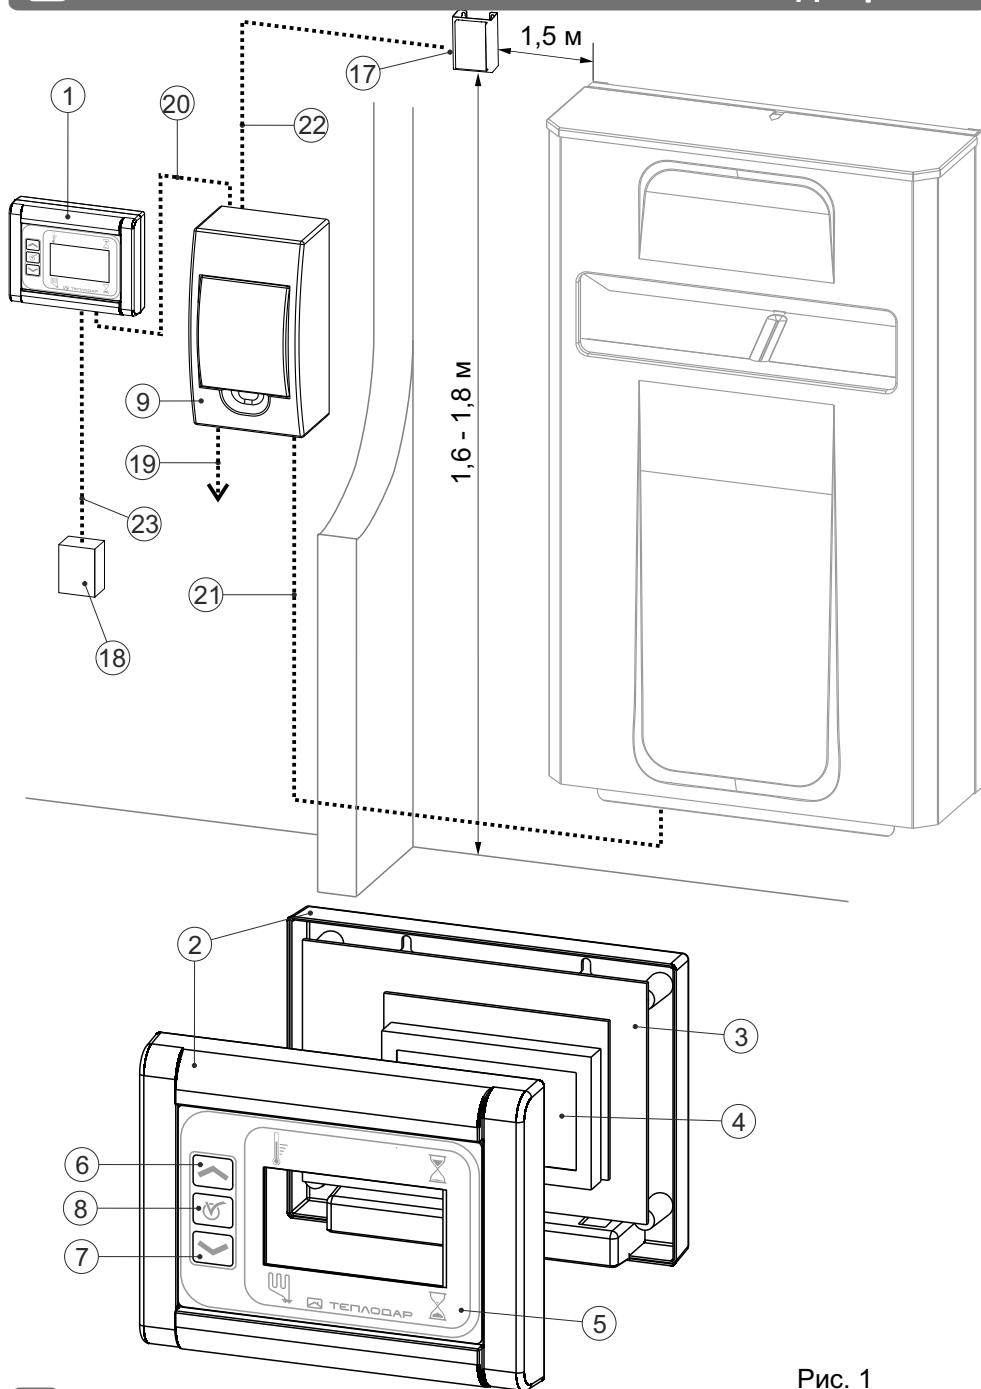
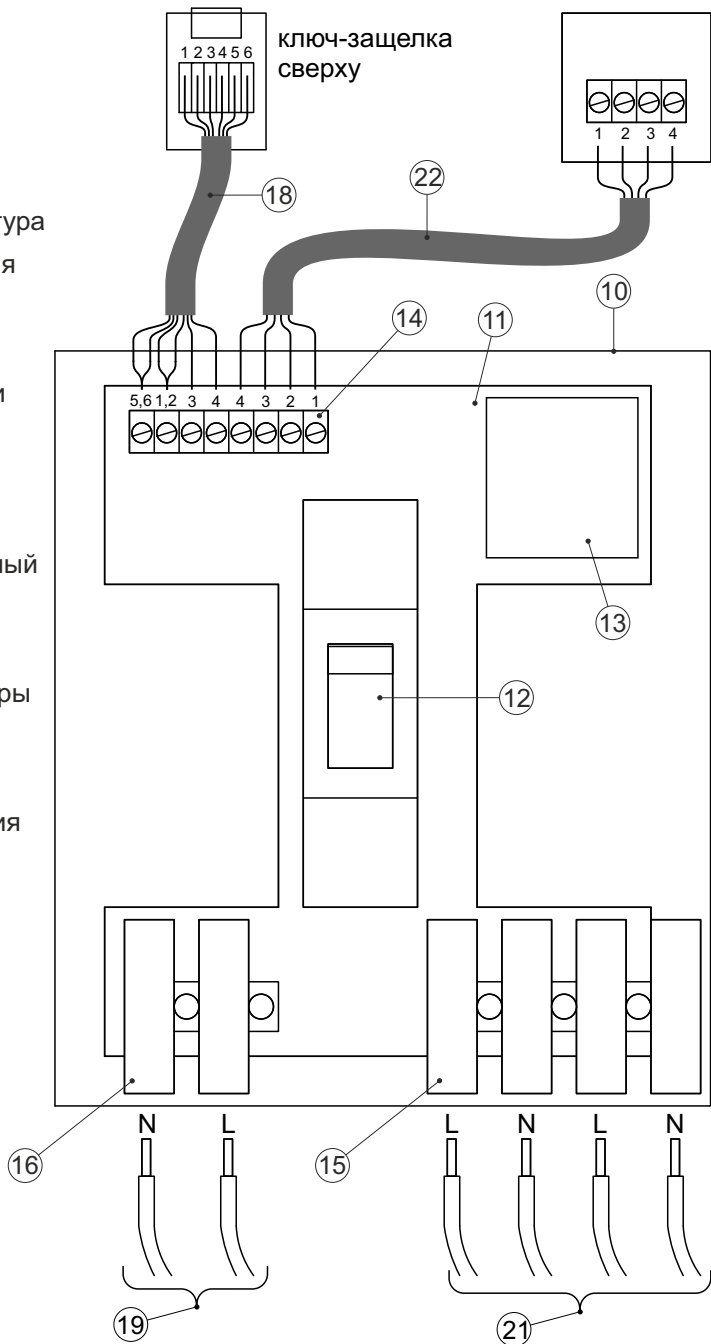

Рис. 1
Рис. 2
ПУ (Рис.1) представляет собой комплекс из блока управления (БУ) (1), блока коммутации (БК) (9), датчика температуры (ДТ) (17) и блока питания (18), соединенных между собой проводом управления (20) и проводом ДТ (22). С ЭП (ЭКП) ПУ соединяется через провод силовой (21), а с сетью 220 v через кабель питания (19) и провод блока питания (23).
БУ предназначен для настройки режимов работы (внешний вид показан на рис.1) и состоит из корпуса БУ (2), платы управления (3), ЖК индикатора (4) и пленочной клавиатуры (5). БУ соединен с сетью через провод блока питания (23) с блоком питания (18), подключающегося к сети 220 в.
БК (внешний вид показан на рис.2) состоит из корпуса БК (10), автоматического выключателя (12) (в зависимости от модели пульта количество выключателей может отличаться) и платы коммутации (11). На плате коммутации расположены разъемы подключения: слаботочный разъем (14) для соединения через провод управления и провод ДТ с БУ и ДТ соответственно, силовой разъем (15) для подключения ЭП (ЭКП) через силовой провод и разъем питания (16) для подключения через провод питания к электросети.
Схема установки ПУ показана на рис. 1.
Электромонтаж ПУ должен осуществляться в соответствии с схемой подключения, представленной на рис.1 и рис.2.
При подключении обращайте внимание на нумерацию контактов на схеме подключения (рис.2).